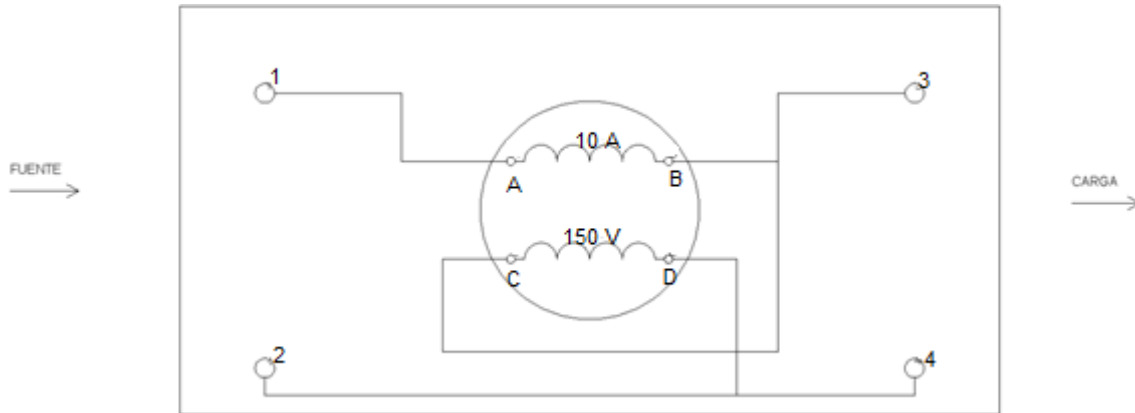

Figura 1
1. Examine la construcción del Módulo EMS 8431 del vatímetro monofásico, fijándose especialmente en el medidor, el interruptor, las terminales de conexión y el alambrado. En la figura 1. se muestra un dibujo esquemático de las conexiones del módulo.